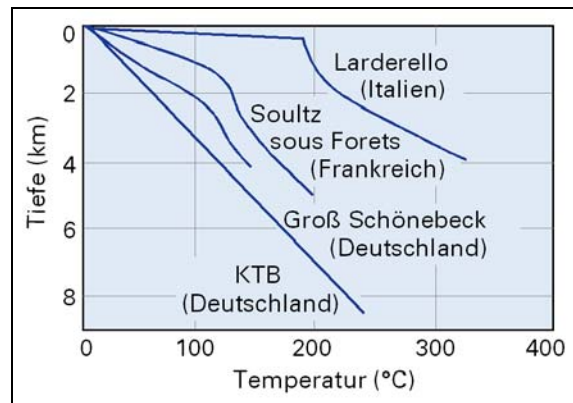

Abb. 2: Temperaturzunahme mit der Tiefe in Deutschland, Frankreich und Italien. KTB: kontinentale Tiefbohrung, Quelle: Huenges 2000, verändert
- Eine stärkere Zunahme wurde z. B. im Oberrheintalgraben (Soultz-sous-Forêt) oder im Bereich des Landshut-Neuöttinger Hochs gefunden. In Gebieten mit aktivem Vulkanismus wie Italien, Island oder Neuseeland nimmt die Temperatur noch deutlicher zu (s. Abb. 2).